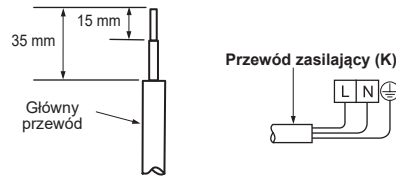

Fig. 1
- Wąż spustowy powinien być skierowany w dół, aby ułatwić odpływ. (Fig. 1)
- Odpowiednio przyciąć rurę miedzianą obcinakiem do rur. (Fig. 1, 2)